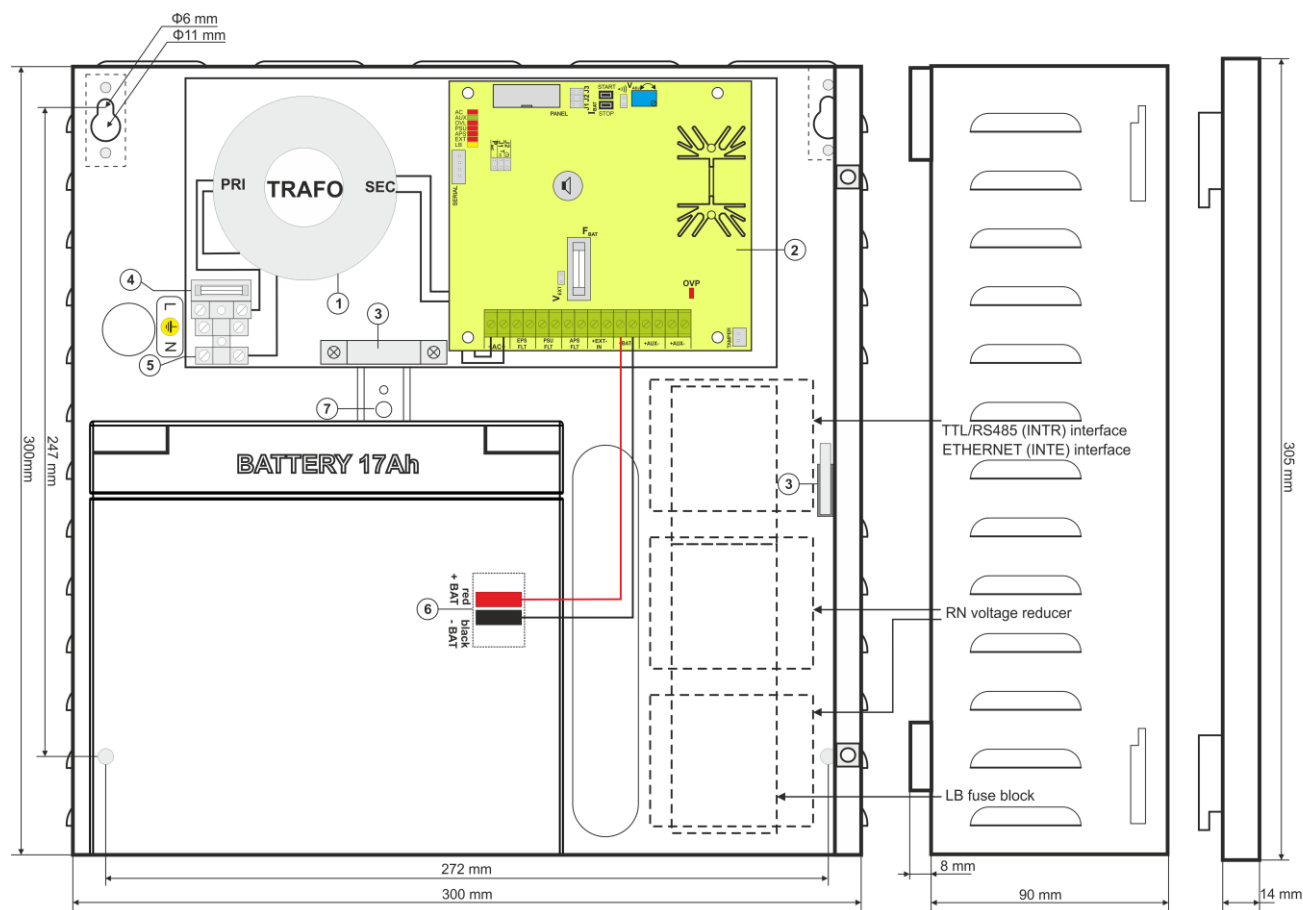

Abb.3. Anblick des Netzgeräts.
Tabelle 2. Elemente der Netzgeräts (siehe Abb. 3).
1. Man soll das Netzgerät an dem gewählten Ort montieren. Besonders wichtig ist, damit man an den Boden den Griff des Antisabotagetampers zudreht, der in dem mittleren Teil (siehe Abb. 3 [7]) untergebracht wird, und der verantwortlich für die Signalisierung der Probe des Abreißens des Gehäuses vom Boden ist. Die richtige Ausführung dieser Operation ist eine der Anforderungen der Erfüllung der Norm EN 50131-6.